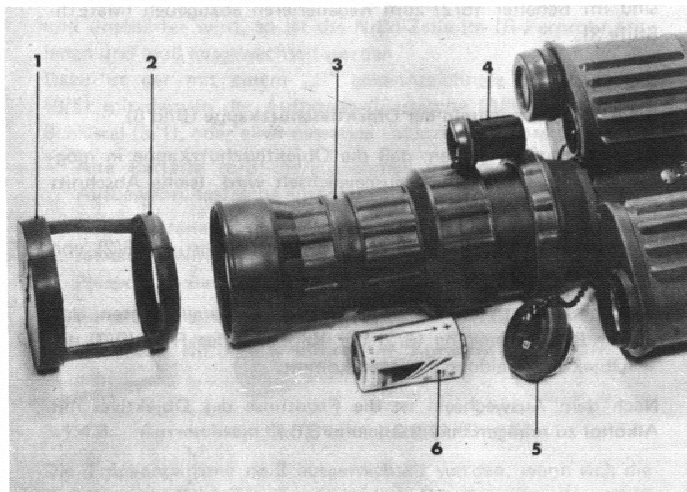

Bild 6 Auswechseln der NiCd-Zelle,
3.1.4.2. Auswechseln der NiCd-Zelle (Bild 6)
3.1.4.3. Auswechseln der Trockenpatrone (Bild 6)
3.1.4.4. Auswechseln der Objektivschutzkappe (Bild 6)